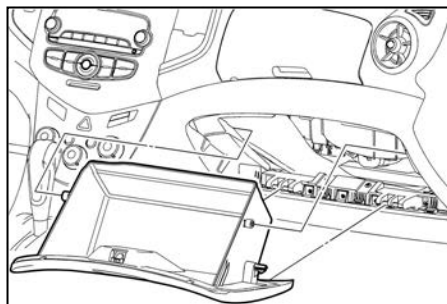

Fig. 24
2. Dégagez les butées d'arrêt de la boîte à gants et retirez la boîte à gants (voir Fig. 24).